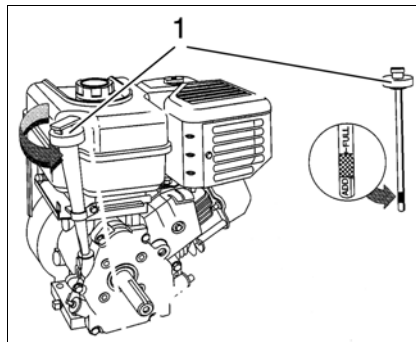

Fig.19 Verificar nível de óleo do motor
- Desaperte a tampa com vareta (Fig. 19/1).
- Reencha com óleo através da tampa com vara (Fig. 19/1) com o equipamento em solo nivelado.